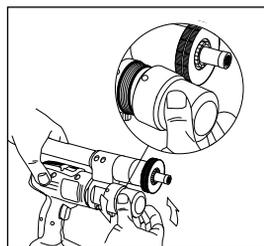

fig. 10
- 1) togliere il tappo serbatoio (I) come mostra la fig.10;